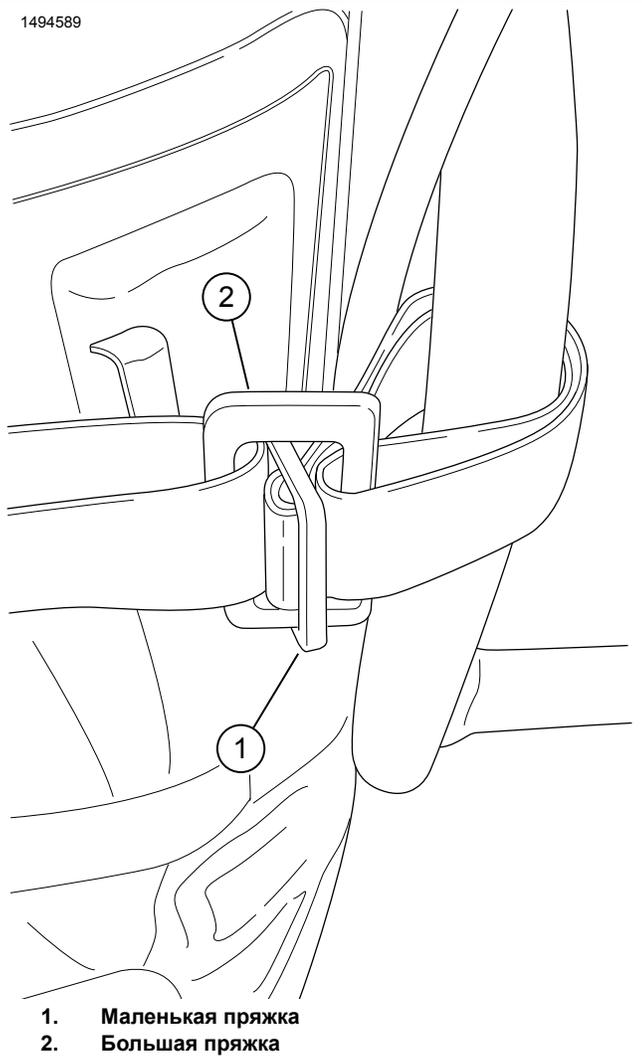
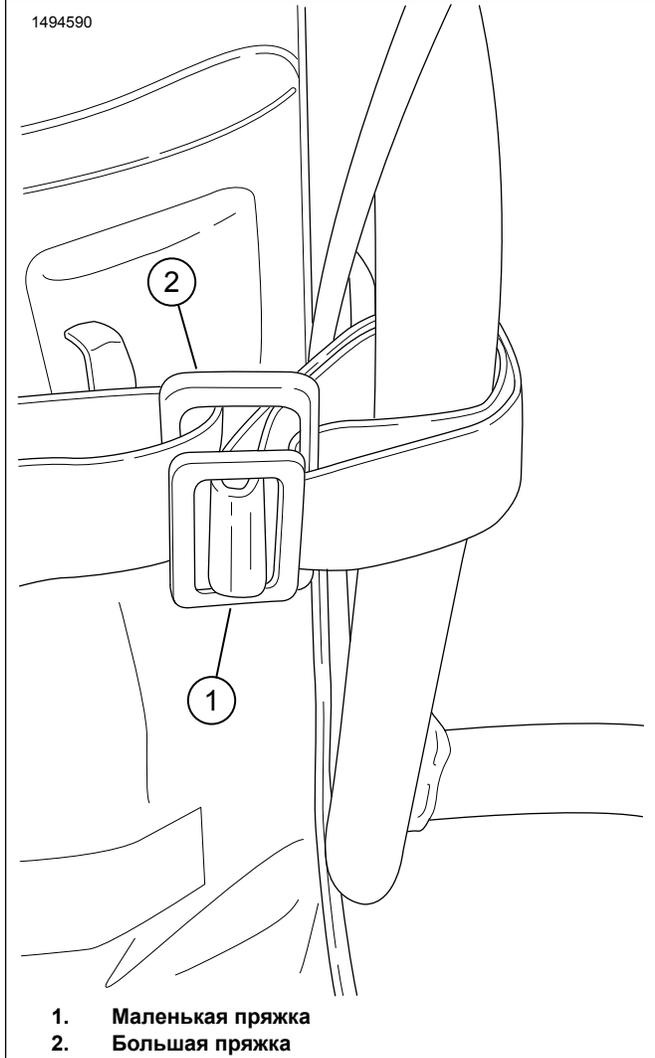

Рисунок 6. Процесс 2, натяжной ремень
Рисунок 7. Процесс 3, натяжной ремень
- а. См. Рисунок 6 и Рисунок 7. Вставьте небольшую пряжку (1) в большую пряжку (2).